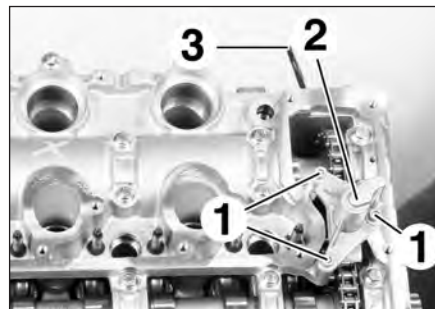

FIG.81
- les vis de fixation (1) du tendeur chaîne (2) (Fig.81),
- le tendeur de chaîne (2),
- la patte de levage (3) du moteur,